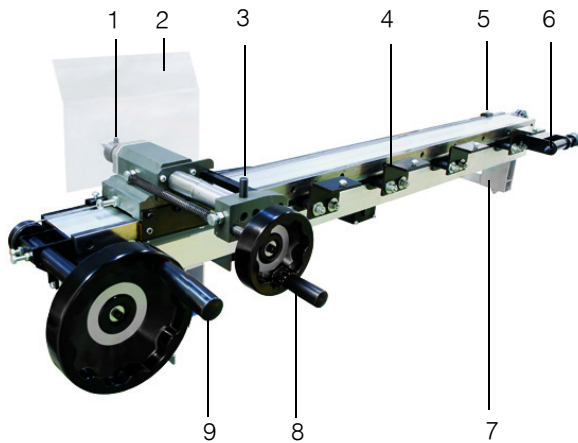

Abb. 1: Kopiereinrichtung
Schritt 1: Das zu kopierende Werkstück zwischen die Spitzen (6, Abb. 1) einspannen. Hierbei auf einen festen und sicheren Halt achten. Außerdem kann ein Brett mit der Kopierform an den Schablonen-Aufnahmen (4) befestigt werden.
Schritt 4: Während des Drechsels muss der Kopierstift stets an der Kopierform anliegen. Der Vorschub erfolgt über das Handrad (9, Abb. 1), die Zustellung über das Handrad (8).